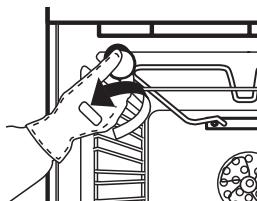

Fig. 5
- Deșurubați capacul becului (Fig. 5), înlocuiți becul (vezi nota despre tipul becului) și însurubați la loc capacul becului.